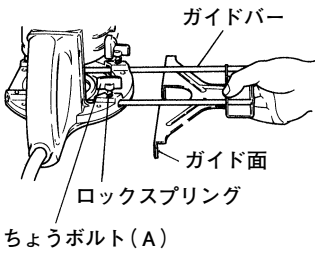

図 7
- ① 付属の2本のちょうボルト(A)に、それぞれロックスプリングを通し、ベース上面のネジ穴に取付けます。
- ② ガイドバーをベース穴へさし込みます。
- ③ ビットからガイド面までの寸法を調節します。ちょうボルト(A)を締付けます。(図7)